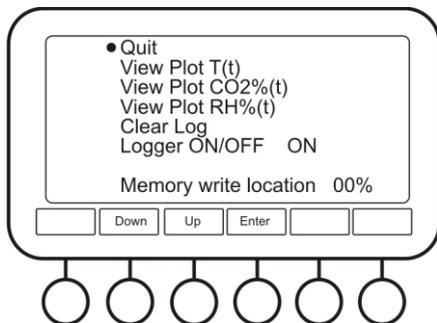

Рисунок 12. Журнал данных
- 5.9.5. **Журнал данных (Data Logger, рис. 12).** Журнал данных позволяет просмотреть данные в виде графика по температуре (**View Plot T(t)**), уровню CO₂ (**View Plot CO₂%(t)**) и относительной влажности (**View Plot RH%(t)**), а также очистить журнал (**Clear log**) и отключить или включить запись в журнал (**Logger on/off**).